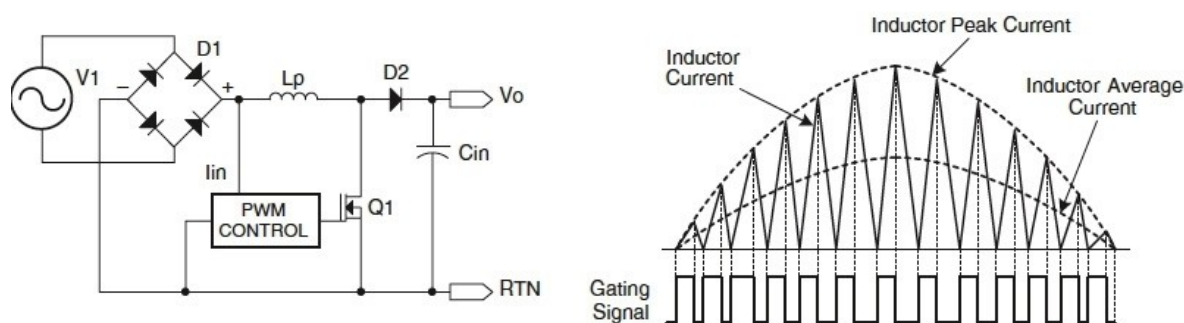

Рис. 12. Потребление мощности из сети с блоком PFC
**Простой Г - образный фильтр** не обеспечивает достаточную крутизну амплитудно-частотной характеристики. Для увеличения крутизны в основную Г-образную структуру вводят дополнительную катушку индуктивности, как показано на рис. 12. Такой фильтр называется Т-образным.
Рис. 12 а) Т - образный НЧ LC-фильтр, б) П-образный низкочастотный LC-фильтр.
В Т - образном фильтре значение конденсатора  $C$  такое же, как и в исходной Г-образной структуре, и все ее расчетные формулы сохраняются. Суммарная индуктивность катушек  $L_1$  и  $L_2$  должна быть эквивалентна индуктивности единственной катушки исходной Г-образной структуры. Крутизну амплитудно-частотной характеристики также можно увеличить также путем введения в цепь дополнительного конденсатора. Такой фильтр называется П-образным (рис. 12-б.).